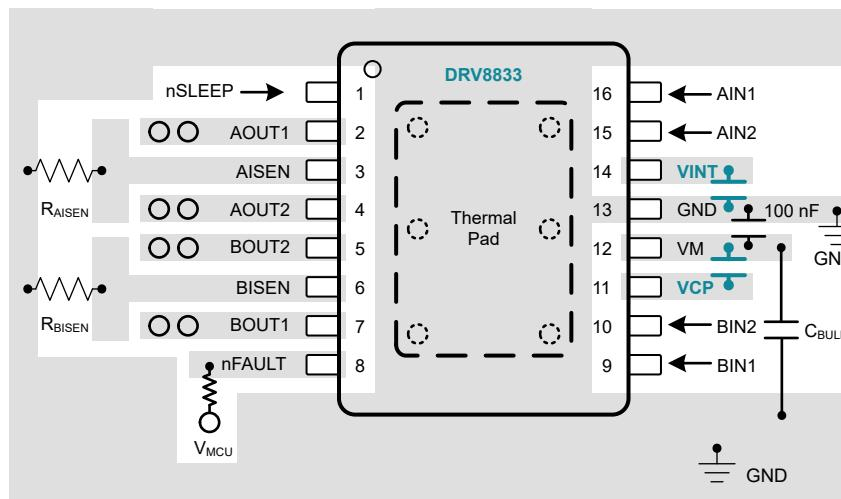
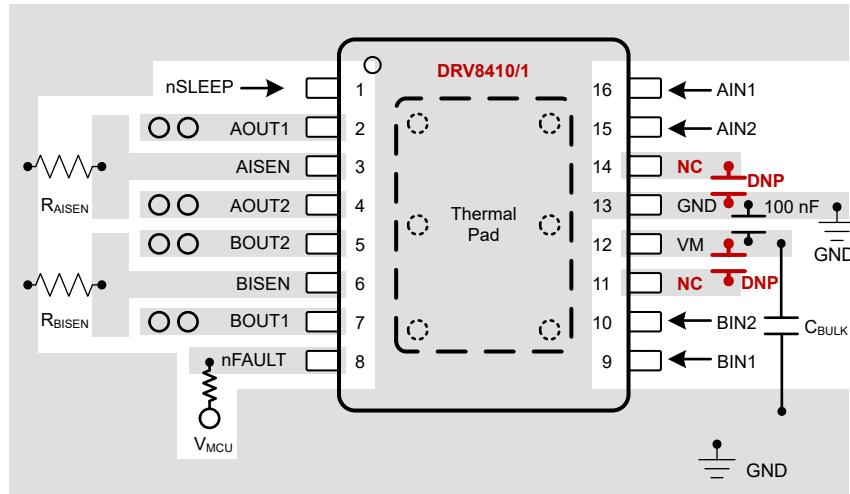

図 9-21. DRV8833 レイアウト例
図 9-22. DRV8410/1 とフットプリント互換のレイアウト例
- DRV841xPWP は、図 9-21 および図 9-22 に示すように、HTSSOP パッケージの DRV8833 および DRV8833C と同じフットプリントを使用できます。